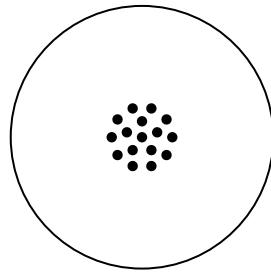

图34
(6) 利用图 34 所示的斑点状视标，步骤同(2)，让王先生比较他们所看到的图。结果显示如图 38。如果当红色点标在字母 P 时，王先生看的最清楚(如图 38 所示)，则意味王先生的度数增加了 $0.25D$ 。(王先生现在的度数为 $0.75D$)
a、测试分左右眼独立进行的，但都要用双目棱镜。这些测试基本都是双目平衡测试。将双眼都设为 O。使用如图 34 所示的画面。